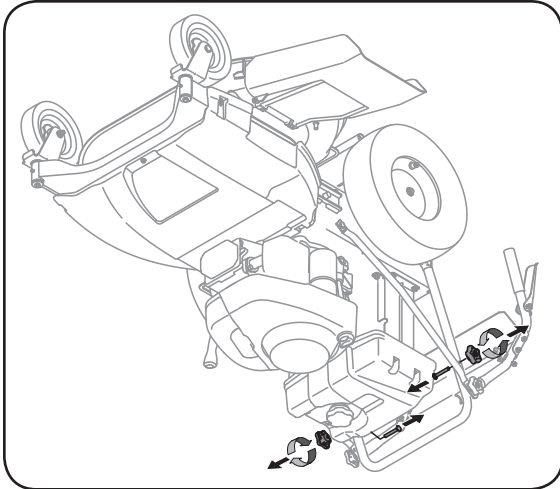

Figure 3-3
1. Enlevez les boutons étoilés et les vis ordinaires qui se trouvent sur le guidon inférieur. Voir la Figure 3-3.